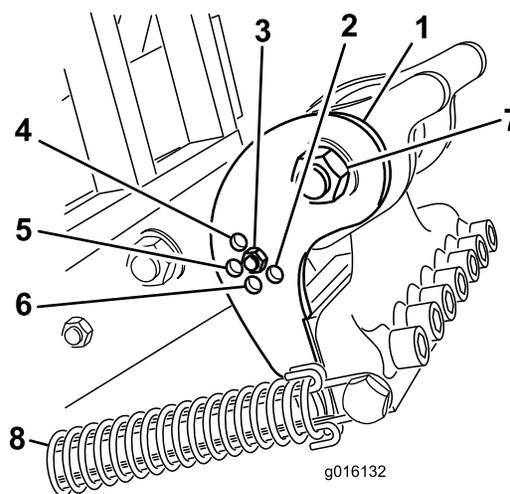

Figura 36
Ajuste la pletina de ajuste (Figura 36) en la posición correcta según la longitud del taladro. El tope del cabezal se ajusta en 1 de las 5 posiciones predeterminadas, eligiendo el orificio a través del cual se atornilla la varilla de ajuste. Estas posiciones son simplemente las predeterminadas; se puede obtener un acabado más liso usando un taladro de 10" (25,4 cm), por ejemplo, en la posición de 12" (30,48 cm), dependiendo de la aplicación concreta.
3. Desconecte el muelle tensor del cabezal de taladros (Figura 36).
4. Retire el perno y la tuerca de los orificios de la pletina de ajuste (Figura 36).